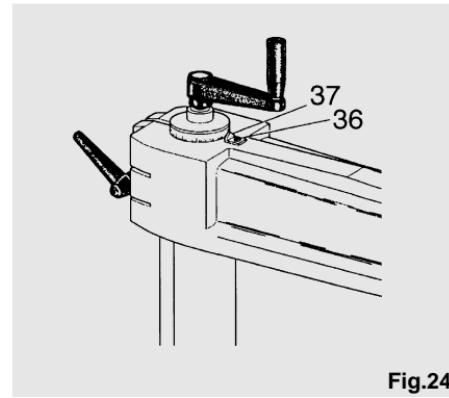

Fig.24
Una vez alcanzada la perpendicularidad del brazo respecto a la varilla de tope, efectuar la sistematización definitiva del indicador situado sobre el brazo (ver fig. 24). Aflojar el tornillo (36) y hacer coincidir el indicador (37) con la posición 0 del nonio graduado.